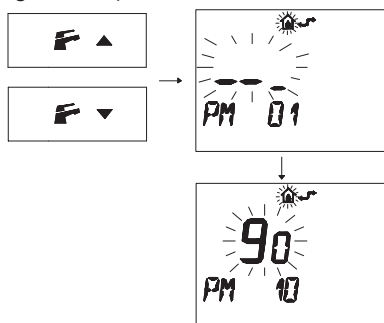

Figura 5.51
- Premere i pulsanti o per visualizzare la programmazione "PM10" selezione della frequenza di accensione (Figura 5.51).
Nella Figura 5.51 si visualizza un SET programmato di **90** corrispondente ad un tempo di riaccensione di 3 minuti circa.